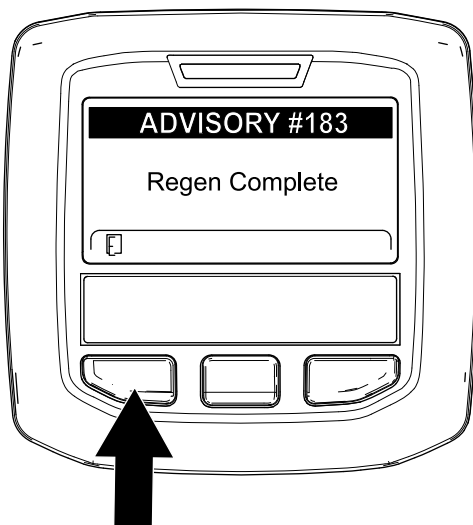

Figura 65
9. Quando o computador do motor conclui uma regeneração em estacionamento ou de recuperação, o InfoCenter apresenta o AVISO N.º 183 (Figura 65). Prima o botão esquerdo para sair para o ecrã inicial.